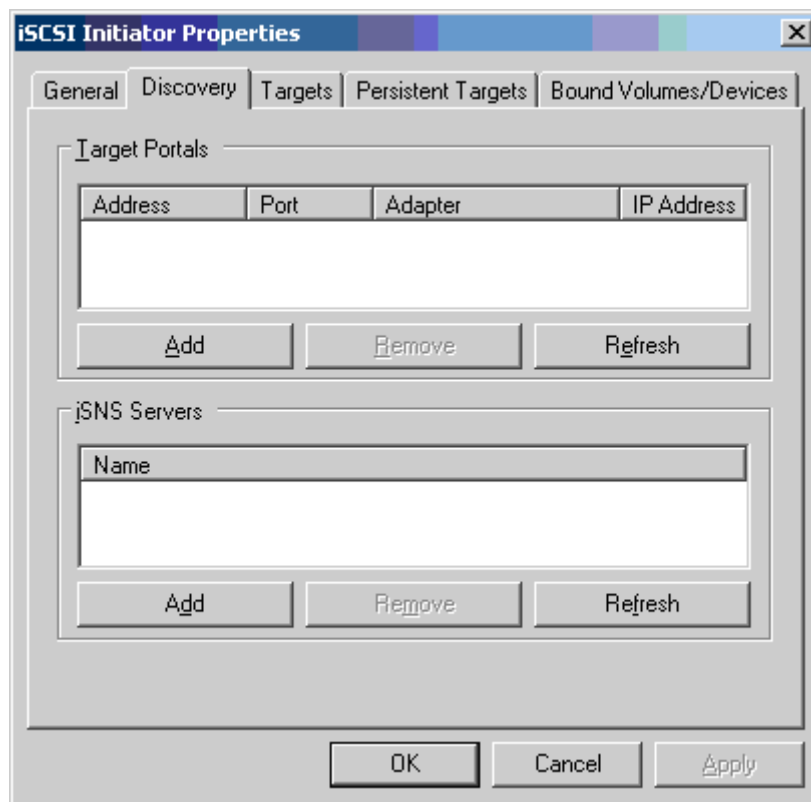

Figura 10-8. Propriedades do iniciador iSCSI: Página de descoberta
4. Nas propriedades do iniciador iSCSI (Figura 10-8), clique na guia **Discovery** (Detecção) e, em seguida, em **Target Portals** (Portais de destino) e clique em **Add** (Adicionar).